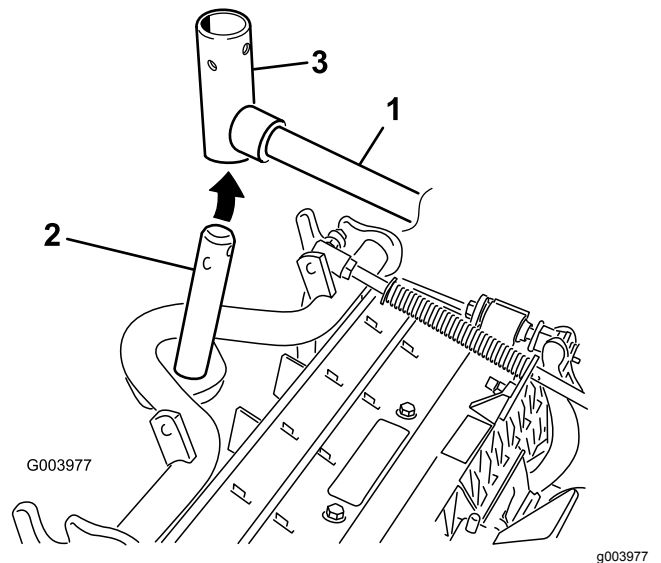

Figura 11
8. En las unidades de corte delanteras, deslice una unidad de corte debajo del brazo de elevación mientras introduce el eje del bastidor de tiro en la horquilla de pivote del brazo de elevación (**Figura 11**).
- B. Introduzca la horquilla del brazo de elevación en el eje del bastidor de tiro (Figura 11).